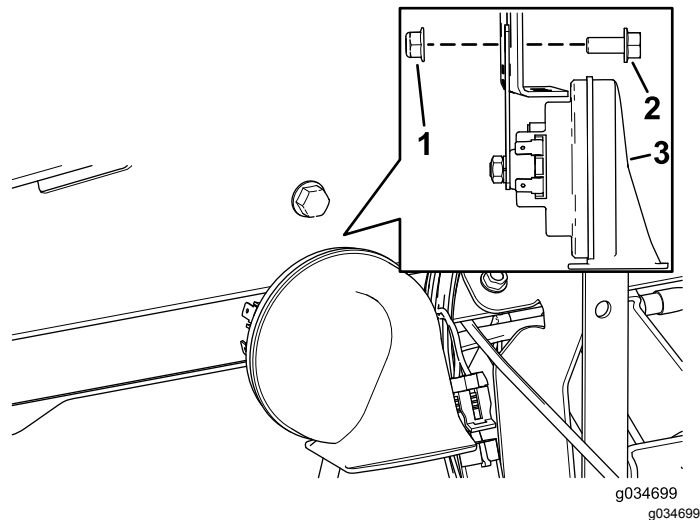

Рисунок 3
- 2. Установите звуковой сигнал на 48 В в сборе в отверстие кронштейна приборной панели при помощи винта с шестигранной головкой (5/16 x ¾ дюйма) и фланцевой гайки (5/16 дюйма), как показано на Рисунок 3.
Примечание: Кронштейн звукового сигнала в сборе и фланцевая гайка (5/16 дюйма) расположены на внутренней части кронштейна приборной панели (Рисунок 3).